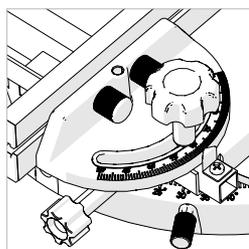

Fig. 22
- Utiliser un tournevis cruciforme N°2 pour desserrer la vis de réglage d'angle. (Fig. 22) Ajustez le pointeur et resserrez la vis de fixation.